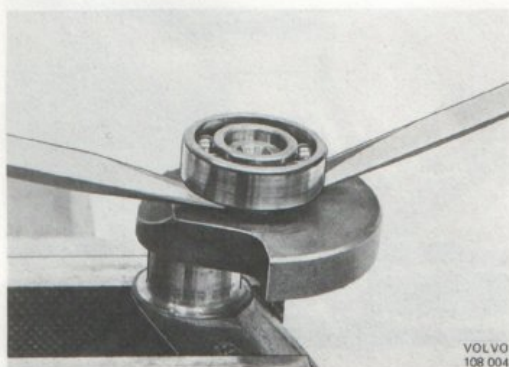

Bild 61. Demontering av bakre vevaxellager
6. Om vevaxeln är felfri och endast lagren ska bytas sätts axeln upp i ett skruvstycke med käftarna kring den mittre obearbetade delen (bild 61).
7. Lagren kan sedan bändas loss med två mejslar (bild 61).